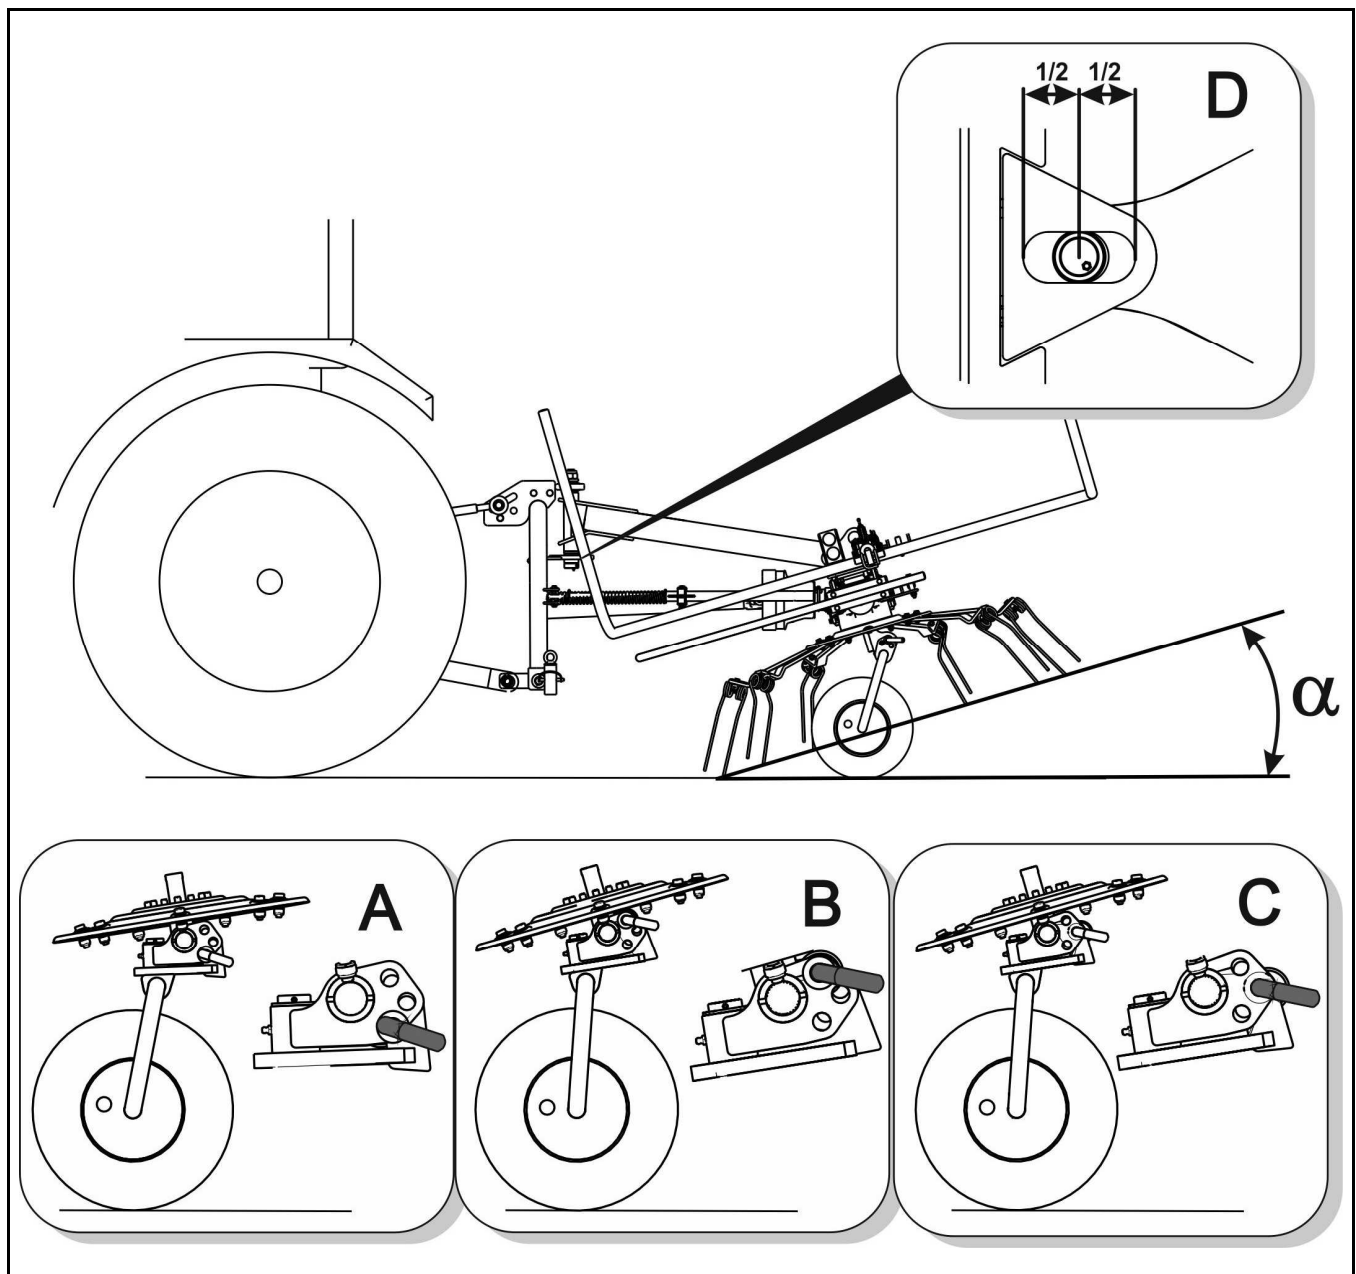

BILD 4.5A Betrieb des Schwaders – Neigungswinkel des Kreisels (Streuwinkel)
- die Höhe der unteren Gabel von Dreipunktaufhängung des Schleppers einstellen und die Länge des oberen Verbindungsstückes so einstellen, dass die Kreisel nach vorne gekippt werden und die Zinken leicht den Boden berühren sowie die Hülse des Gelenks sich im mittleren Bereich des Langloches D befindet (BILD 4.5A),
Nachdem die Heckdreipunktaufhängung eingestellt wurde, ist der Streuwinkel des Schwadens einzustellen (BILD 4.5A). Zu diesem Zwecke muss man: